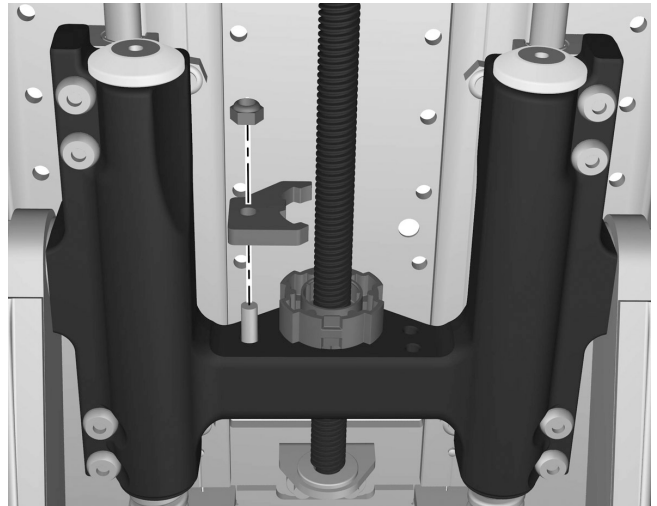

Abbildung 106. Sicherungsmutter (Kontermutter) abmontieren.
6. Mutter und Schraube abmontieren. Siehe Abbildung. 106.